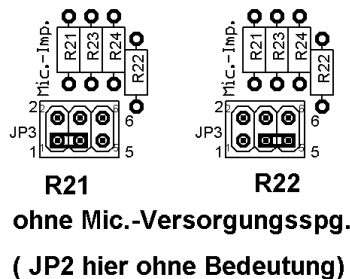

Bild 12
2. Die Wahl der Eingangsimpedanz an JP3 ohne Verwendung der Versorgungsspannung, z.B. für ein dynamisches Mikrofon: Auswahl von R21 oder R22 (Bild 12), dessen Größe durch die Anforderungen der Mikrofonkapsel bestimmt wird. Ein typischer Wert ist 1 kOhm. Der Jumper JP2 ist hier wirkungslos.